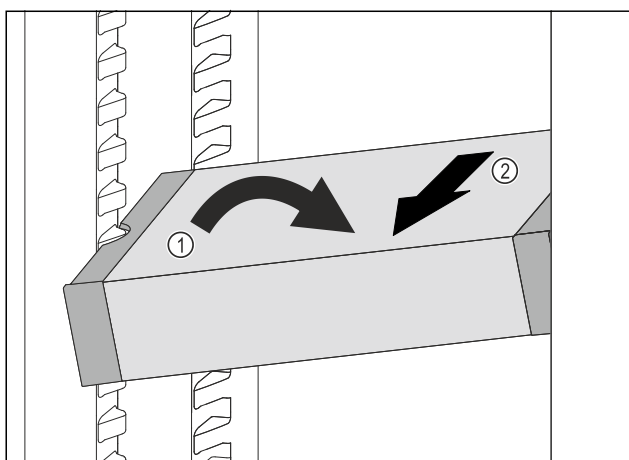

Fig. 64
- ▶ Stil VarioSafe på skrå ind i kølesektionen. Fig. 64 (1)
- ▶ Tag VarioSafe ud fremefter. Fig. 64 (2)